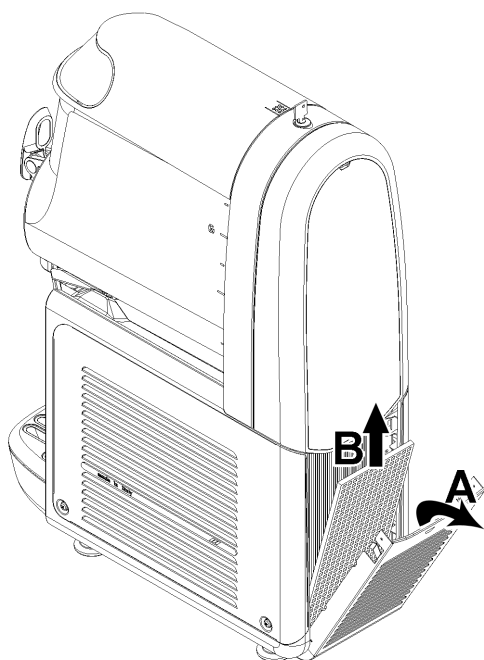

figure 21
**2 Tous les mois** : ôter la poussière qui s'est accumulée sur le filtre du condensateur situé sur le panneau arrière de la machine (voir figure 21).